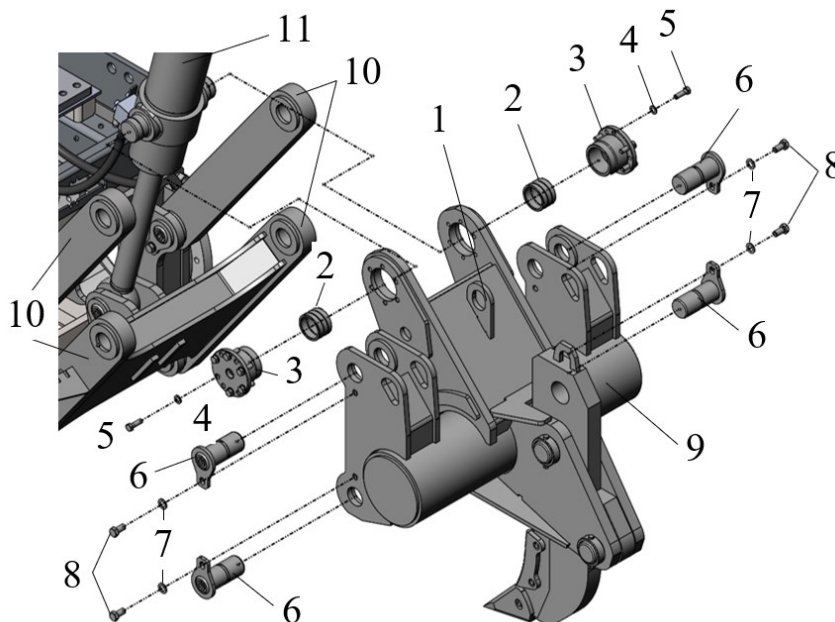

Рисунок 3.120. Балка задняя
- ▶ Используя монтажную проушину 1, рис. 3.120 поднять балку 9.